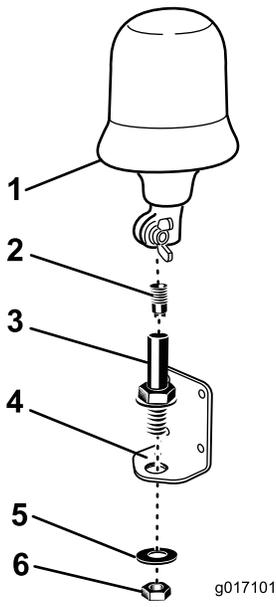

Figura 4
4. Remova o conector do sinal luminoso da ficha do sinal luminoso (Figura 4).